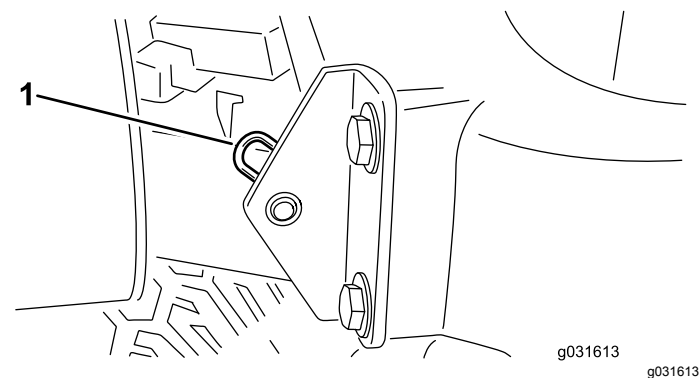

Figura 25
- 2. Retire el pasador que fija el pivote del capó a los soportes (Figura 25).